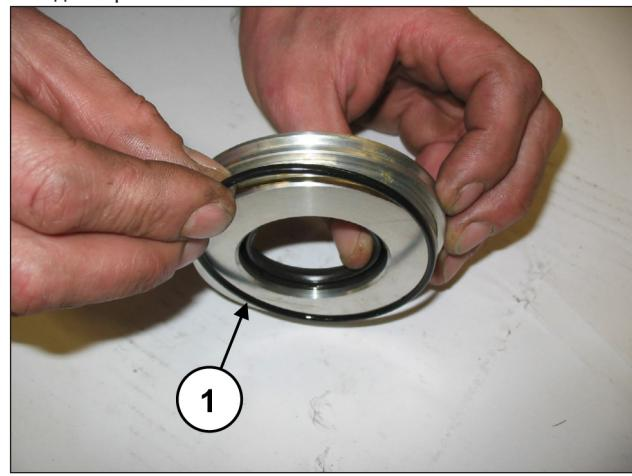

Рис. 94
Поместите уплотнительное кольцо O-ring (поз. ①, Рис. 94) в гнездо в крышке сальника.